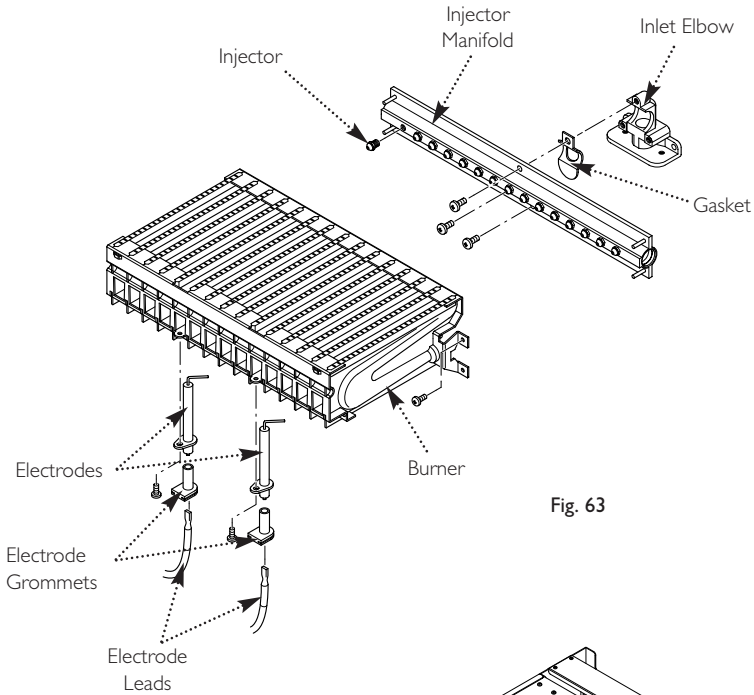

Fig. 63
14.5 Injectors (Fig. 63)
14.6 Electrodes (Fig. 63)